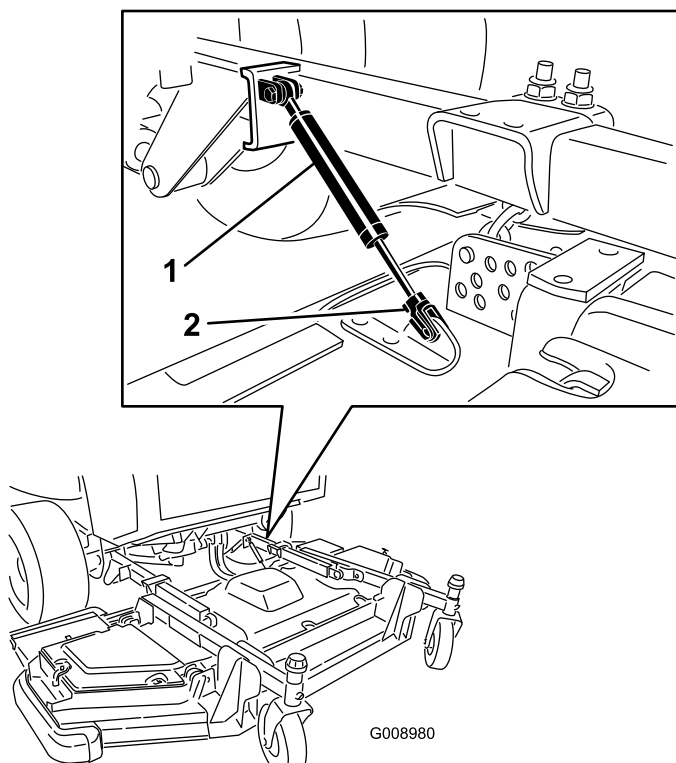

Рисунок 90
3. Снимите стопорное кольцо и отсоедините узел амортизатора от деки газонокосилки (Рисунок 90).